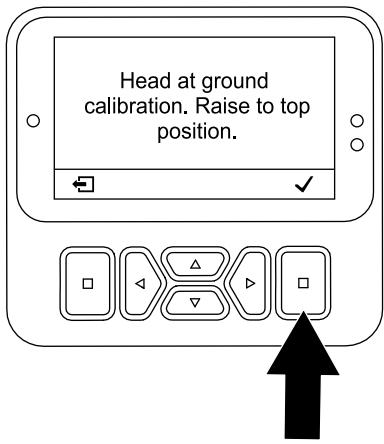

図 108
- タインが地面に突き刺さり始めたら、選択ボタン(図 108)を押して、地面の高さを教えるアプリケーションを実行する。地上高ティーチアプリを実行する(ページ 35)を参照方。